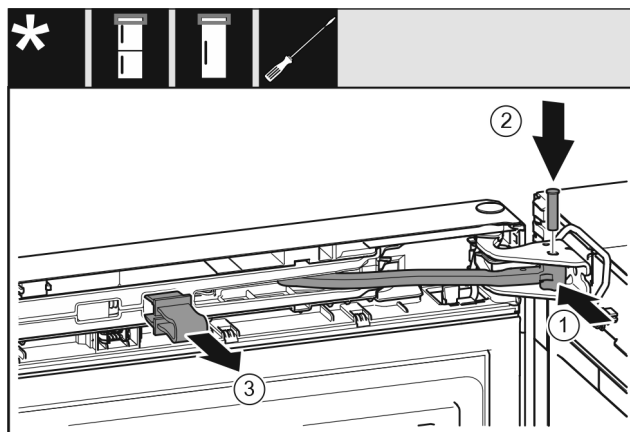

Fig. 34
- ▶ Ruotare il giunto Fig. 34 (1) nel blocco di supporto.
- Inserire il perno Fig. 34 (2) nel blocco di supporto e nel giunto. Assicurarsi che la camma di arresto sia posizionata correttamente nella scanalatura.
- Rimuovere il fusibile Fig. 34 (3).